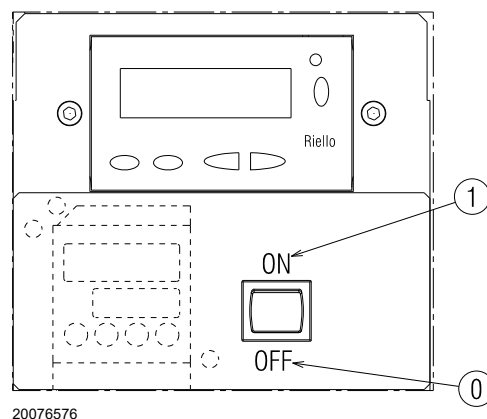

Fig. 29
Alimentare elettricamente il bruciatore attraverso il sezionatore sul quadro caldaia. Chiudere i termostati/pressostati e mettere l'interruttore di Fig. 29 in posizione “1/ON”.
- mettere l'interruttore di Fig. 29 in posizione “0/OFF” ed attendere che l'apparecchiatura esegua la fase di spegnimento;